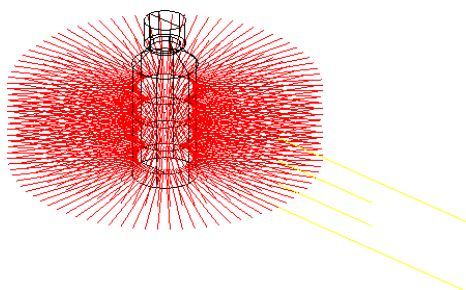

图 11-9 曲线五轴加工刀具路径
07 生成刀具路径。设置完各参数后，单击“曲线五轴”对话框中的“确定”按钮 (1)，即可生成曲线 5 轴加工刀具路径，如图 11-9 所示。